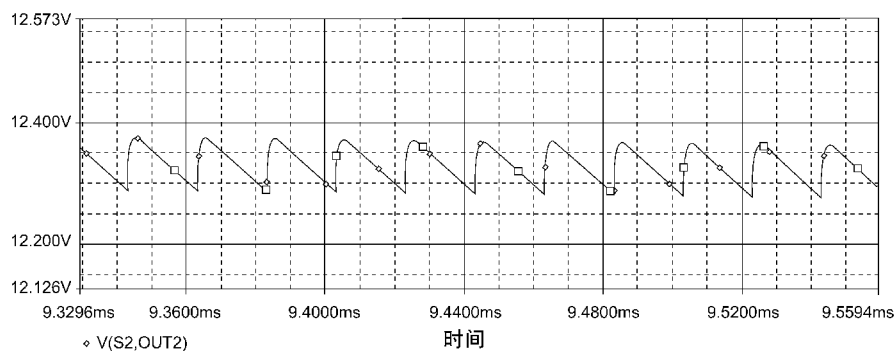
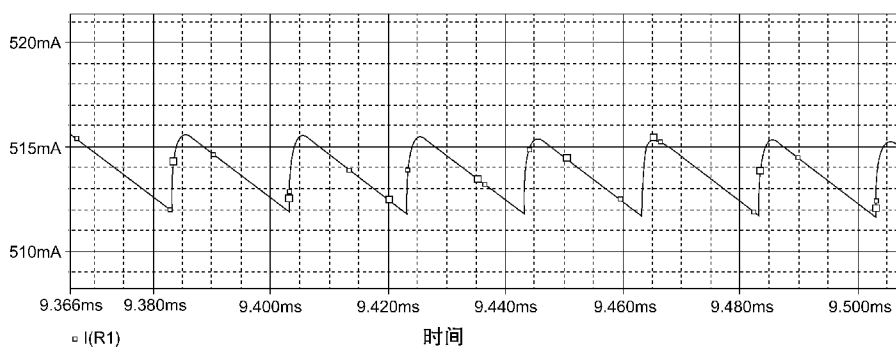

图 21.28 输出电压与设计指标相匹配
图 21.29 输出电流与设计指标相匹配
4. 从图 21.28 中可以看到输出电压大于 12V。设定最大占空为 45%，通过降低占空比可以减小输出电压。当占空比为 15% (T_{on} 为 $3\mu s$) 时，输出电压减小至略高于 12V，纹波小于 100mV。从图 21.29 可以看出，通过电阻 R1 的电流刚刚超过 510mA，纹波电流小于 5mA。